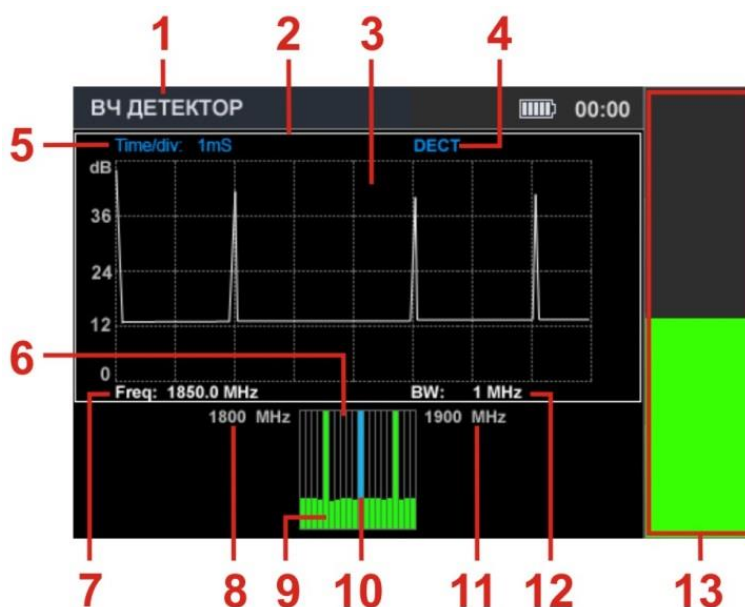

Рис.19
Экран прибора после включения функции представлен на рис.19.
**Цифрами на рис.19 обозначено:**
- ИНДИКАТОР уровня сигнала (рис.19, п.13);
- ОСЦИЛЛОГРАФ (рис.19, п.3);
- СПЕКТРОАНАЛИЗАТОР (рис.19, п.6).
В окне ИНДИКАТОРА отображает уровень сигнала на частоте маркера (рис.19, п.7) СПЕКТРОАНАЛИЗАТОРА (рис.19, п.10). В соответствующие окна выводятся осциллограмма и спектрограмма. Одновременно активно только одно из них. Оно выделяется белой границей (рис.19, п.2). Переключение между окнами ОСЦИЛЛОГРАФА и СПЕКТРОАНАЛИЗАТОРА, осуществляется с помощью кнопок  и .